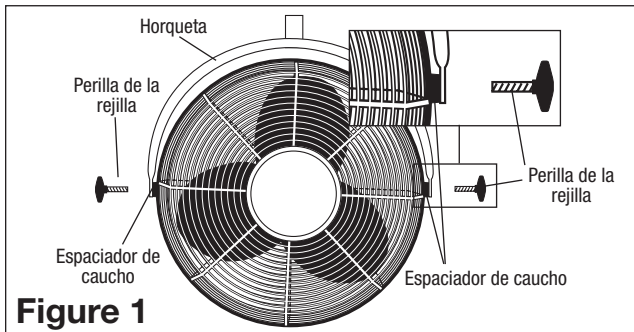
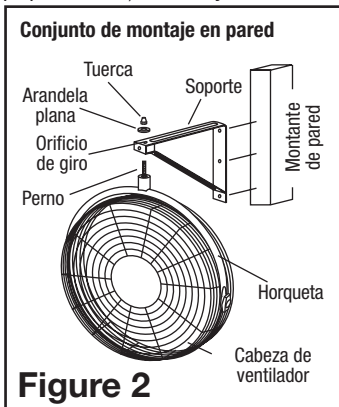

Figure 1
Figure 2
1. Ponga la Cabeza del Ventilador sobre una superficie plana de modo que el frente esté hacia abajo. Coloque en forma aflojada una Perilla de la Rejilla y un Espaciador de Caucho en el Conjunto de la Cabeza. Coloque la otra Perilla de la Rejilla y el Espaciador de Caucho en el Conjunto de la Cabeza y apriete FIRMEMENTE. Vuelva a la primera Perilla de la Rejilla y apriete FIRMEMENTE (Figure 1).
3. Inserte el Perno a través de la Horqueta, Soporte, Orificio de Giro, Arandela Plana y dentro de la Tuerca (Figure 1) o (Figure 2).